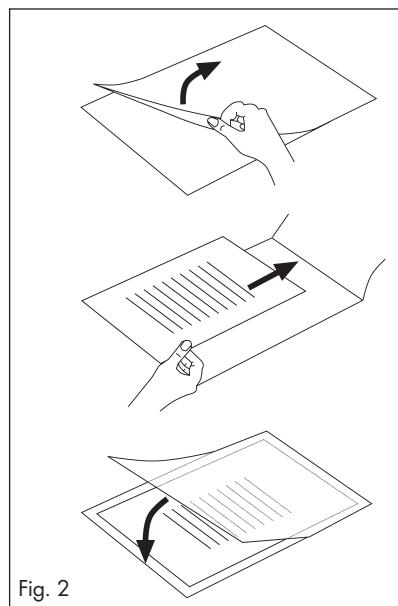

Fig. 2
- Veillez à utiliser un seul film pour la plastification. Commencez d'abord par l'ouvrir, comme indiqué par exemple sur la fig. 2.